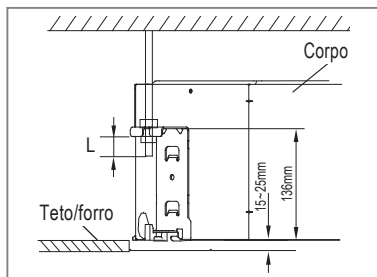

FIG. 10
- Ajuste a posição da unidade para garantir um espaçamento por igual entre e os lados e o teto/forro. A parte inferior da unidade deve ter uma diferença de altura entre 15mm e 25mm (Fig. 10) em relação ao teto.